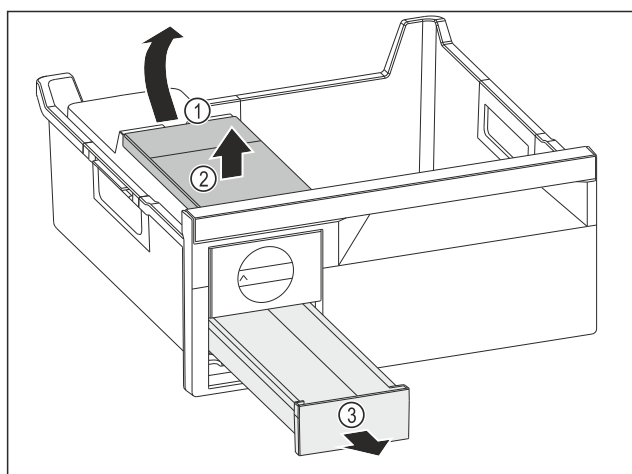

Fig. 120
- Watertank wegnemen: Watertank bij de uitsparing Fig. 120 (1) optillen.
- Watertank Fig. 120 (2) naar boven toe wegnemen.
- Ijsblokjesvak Fig. 120 (3) naar voren toe wegnemen.